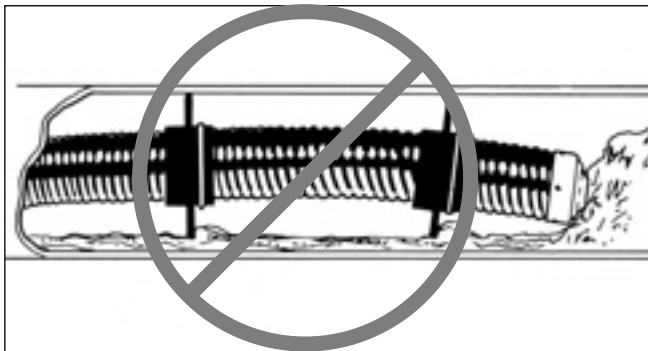

Figure 17 – Ne pas utiliser la tête de caméra pour dégager les obstacles
Ne tentez pas de dégager les obstacles avec la tête de caméra ! Cela risque d'entraîner sa défaillance. Le SeeSnake® est un appareil de sondage prévu pour la seule localisation des anomalies. D'autres types d'outils doivent être utilisés pour effectuer les réparations nécessaires. Il ne doit jamais servir au dégagement des obstacles (Figure 17).
- Un autre moyen d'assurer la longévité de la caméra est de ne pas utiliser la tête de caméra pour tenter de déloger les obstacles qui se trouvent à l'intérieur des canalisations (*se reporter à la Figure 17*).